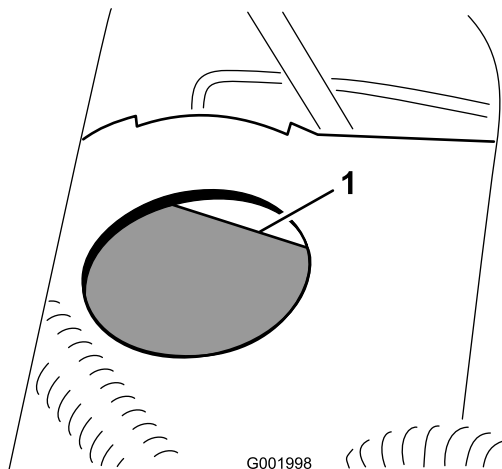

Bild 61
2. Der Flüssigkeitsstand sollte die Vollinie am Behälter erreichen (Bild 61).